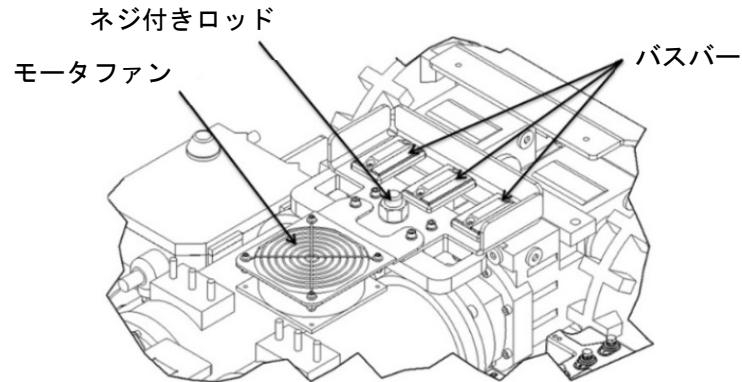

図 41. モータファンとバスバーの詳細(注：見やすさを考慮し電気ハーネスは省略)
2. モータファンとバスバーの端子から電気ケーブルを外した後、モータファンとバスバーのアセンブリを本製品から取り外す。(図41参照)